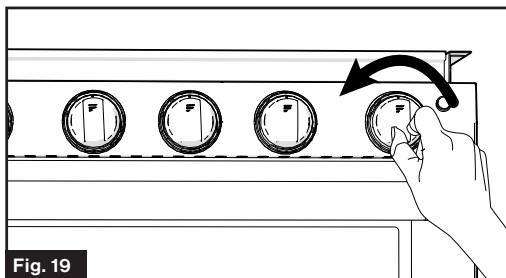

Fig. 19
2. Presione y gire la perilla de control del horno en sentido contrario a las agujas del reloj hasta la posición **▲** (Fig. 19)